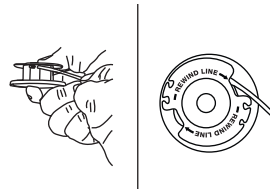

Fig. 17
- Coupez environ 12 pieds (3,6 m) de nouvelle ligne de coupe et insérez un bout de la ligne dans le trou en haut dans la bobine intérieure (Fig. 17).
- Embobinez la ligne dans des couches plates et serrées sur la bobine (Fig. 17). Respectez la direction indiquée sur la bobine intérieure.
- Insérez le bout de la ligne dans un des trous de verrouillage (Fig. 17).
- Insérez le bout de ligne de la bobine pré embobinée dans l'œillet situé dans la bobine extérieure (Fig. 17).